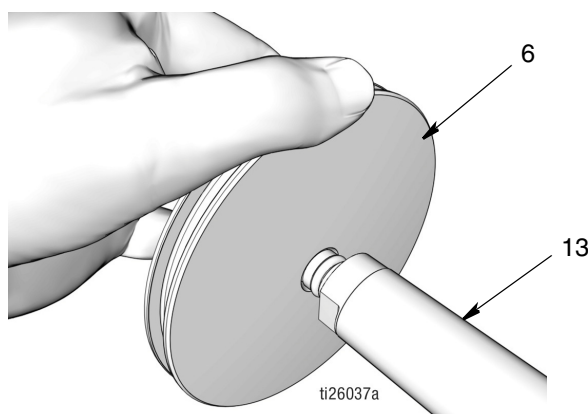

FIG. 50
- Pousser le piston (6) sur l'extrémité de la tige de piston (13) jusqu'à ce qu'il soit en butée sur la tige (FIG. 50).